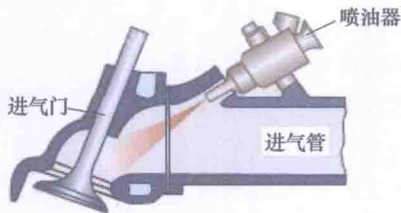

图 1-6 进气管喷射
(1) 进气管喷射 (MFI) 如图 1-6 所示, 进气管喷射是将汽油喷在进气门前, 喷射压力较低, 一般不超过 1MPa, 目前大部分汽油喷射发动机主要采用这种喷射方式, 喷油器喷油时可以连续喷射, 也可断续喷射。